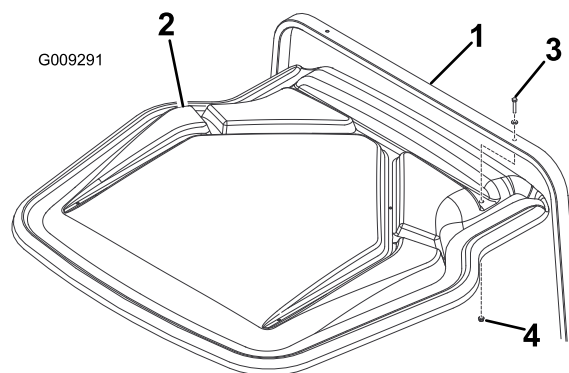

Figura 7
- A. Si la máquina no tiene un ROPS, sujete la capota al tubo de sujeción trasero con 2 tornillos (5/16" x 2"), 2 arandelas (5/16") y 2 tuercas con arandela prensada (5/16"), según se muestra en Figura 7.